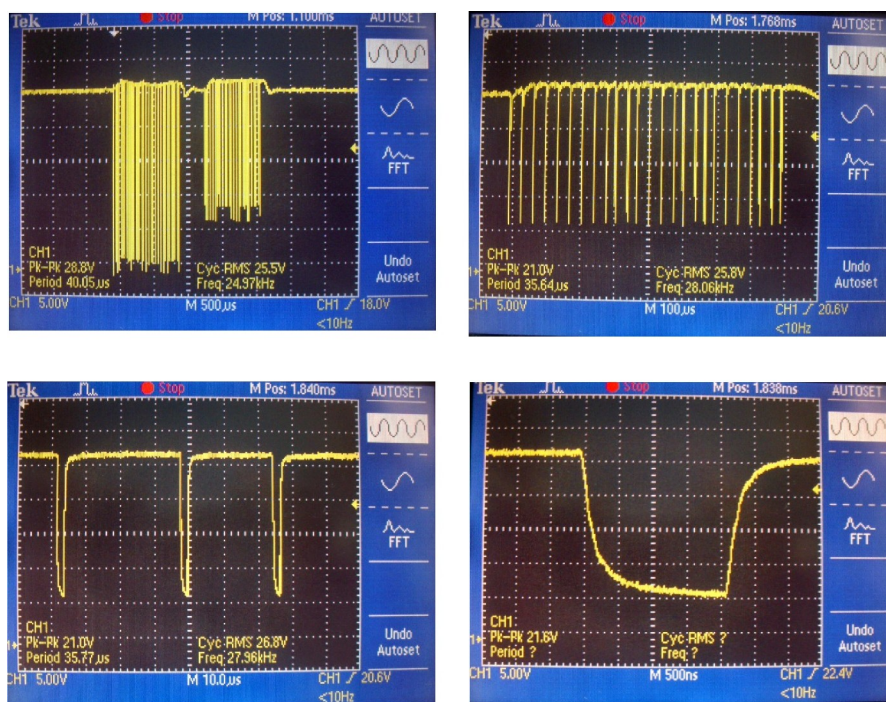

Рисунок 18
- 5) Подключить общий вход осциллографа к выходу «GND» разъема XS3 БПДД-RS-M, сигнальный вход осциллографа к выходу «LINE». При помощи осциллографа наблюдать форму сигнала запроса БКД-M и ответа БПДД-RS-M по интерфейсу СОС-95. Запомнить на экране осциллографа форму сигналов запроса и ответа (рисунок 18).